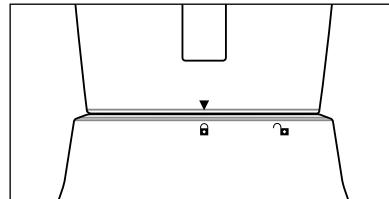

Fig. 3
- 5) Sørg for, at hældetuden på blenderkanden ③ er lukket.
- 6) Sæt påfyldningslåget ① ind i låget ②, så tapperne på påfyldningslåget ① går ind i udskæringen på låget ②. Drej påfyldningslåget i urets retning, indtil den sidder fast i låget.
- 7) Sæt den fyldte og lukkede blenderkande ③ på motorblokken ⑥. Brug udskæringerne på motorblokken ⑥ og sørg for, at håndtaget til blenderkanden ③ peger mod -symbolet (se fig. 3). Døj blenderkanden ③ i urets retning til position , indtil den klikker hørbart på plads. Motoren kan kun starte, hvis blenderkanden ③ er sat rigtigt på hele vejen rundt.